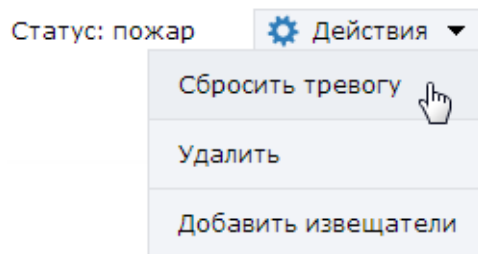

Рисунок 10.58 — Сброс тревоги в пожарной зоне
3. Нажмите на кнопку **Действия**  **Действия** в правом верхнем углу окна, выберите **Сброс тревоги** (рисунок 10.58).